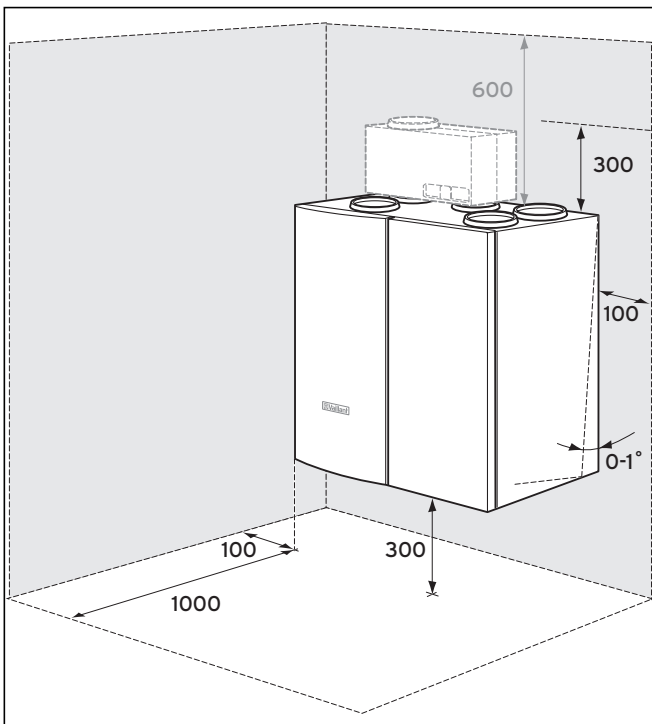

Abb. 4.1 Erforderliche Mindestabstände/Montagefreiräume
- Für die Montage, den Filterwechsel und Wartungsarbeiten wird etwa 1 m Arbeitsbereich vor dem Lüftungsgerät benötigt. Oberhalb und unterhalb des Gerätes werden min. 30 cm benötigt (siehe auch Abb. 4.1).